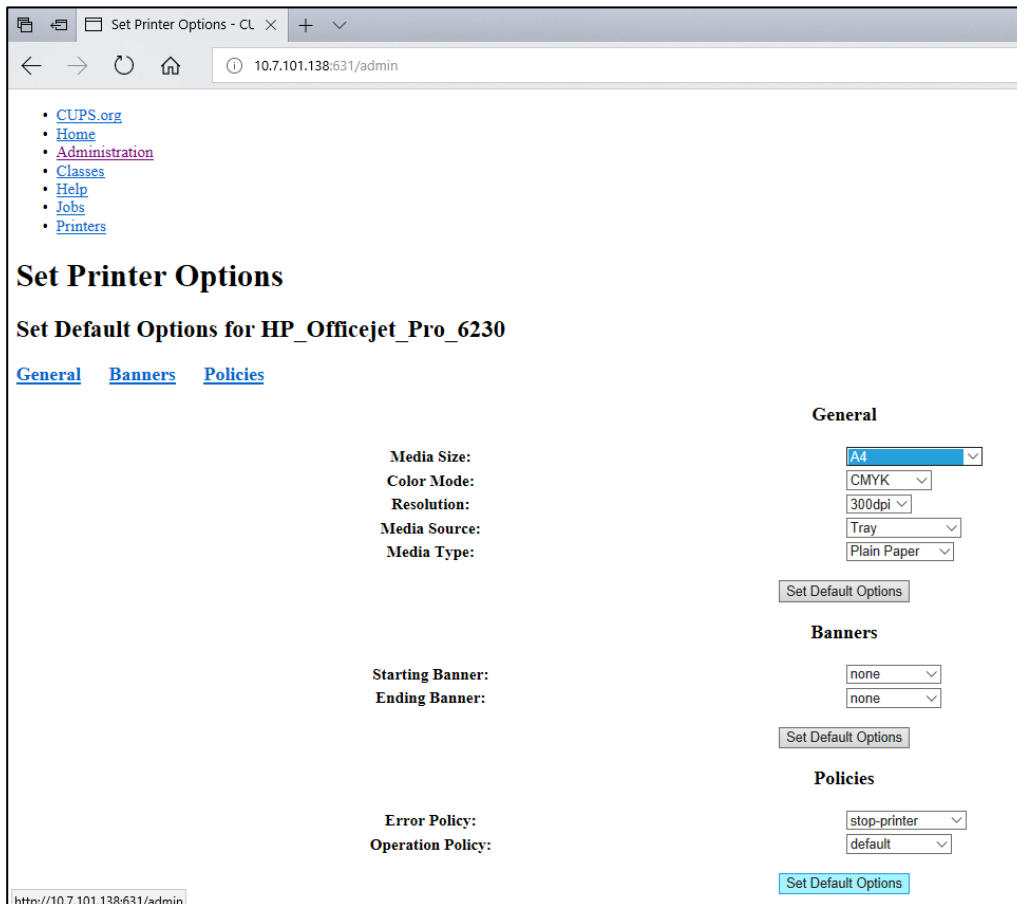

Figura 103. Selectarea Media Size (Dimensiune suport) corectă.
7. Selectați **Media Size** (Dimensiune suport) corectă (cum ar fi „A4”), deoarece unele imprimante nu funcționează dacă formatul hârtiei este greșit. După aceea, salvați selecția prin apăsare pe **Set Default Options** (Setare opțiuni implicite) (Figura 103).